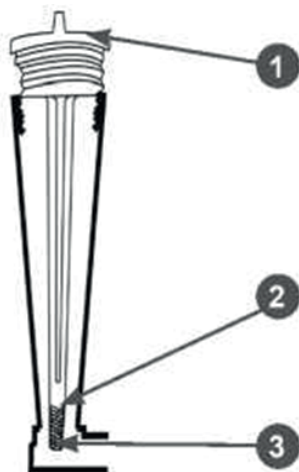

Рис. 16. Уровень масла в картере двигателя
4. Подождите примерно 1 минуту, после чего установите крышку-щуп в отверстие горловины, не закручивая её (Рис. 16).
4. Аккуратно извлеките щуп и осмотрите его. Уровень масла должен соответствовать верхней отметке на щупе (Рис. 16).
При недостаточном уровне масла в картере необходимо долить чистое масло до верхней отметки на щупе (Рис. 16).